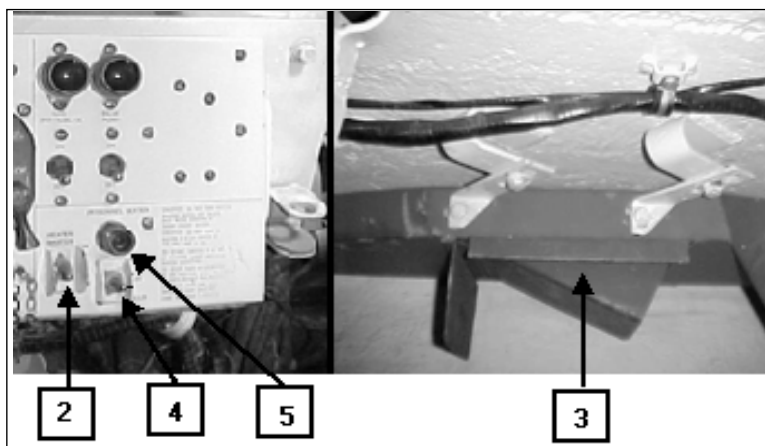

Fig 3-12. Comandos do aquecedor interno
(6) Caso o aquecedor esteja ligado, ele deverá ser operado por, pelo menos, 5 (cinco) minutos, para limpar todo o excesso de combustível introduzido durante a partida. Não executar este procedimento resulta em prejuízo para a tripulação.
(7) Assegurar-se que o interruptor de força do aquecedor (2) esteja desligado e a saída do aquecedor de ar (3) esteja instalada para prevenir superaquecimento e possível descarga dos extintores de incêndio. (Fig 3-12 e 3-13)
(8) Colocar interruptor do aquecedor interno (4) em ON-LO ou ON-HI.
(9) O indicador (5) acende quando o aquecedor dá partida em seu funcionamento. Se o aquecedor falhar na partida dentro de 5 (cinco) minutos, colocar o interruptor do aquecedor interno (4) em desligado por dez segundos. Após isso, pressionar o indicador. Se a luz do aquecedor acender quando pressionado, fazer nova tentativa por 60 segundos para ligar o aquecedor. Se o indicador não acender quando pressionado, trocar a lâmpada. Se o aquecedor falhar para ligar, esperar dez segundos e tentar ligar o aquecedor por 60 segundos. Se o aquecedor não ligar, notificar o pessoal de manutenção.(Fig 3-12)
c. Desligar o aquecedor (Fig 3-12) - Colocar o interruptor do aquecedor interno (4) em desligado. O aquecedor continuará a operar até que esteja limpo de combustível e só então se desligará automaticamente. O ciclo de limpeza estará completo quando o indicador (5) apagar. (Fig 3-12)
(1) Não usar a chave geral das baterias para desligar o aquecedor.
(2) Deixar a chave geral das baterias em ligado até o aquecedor estar limpo e parar.